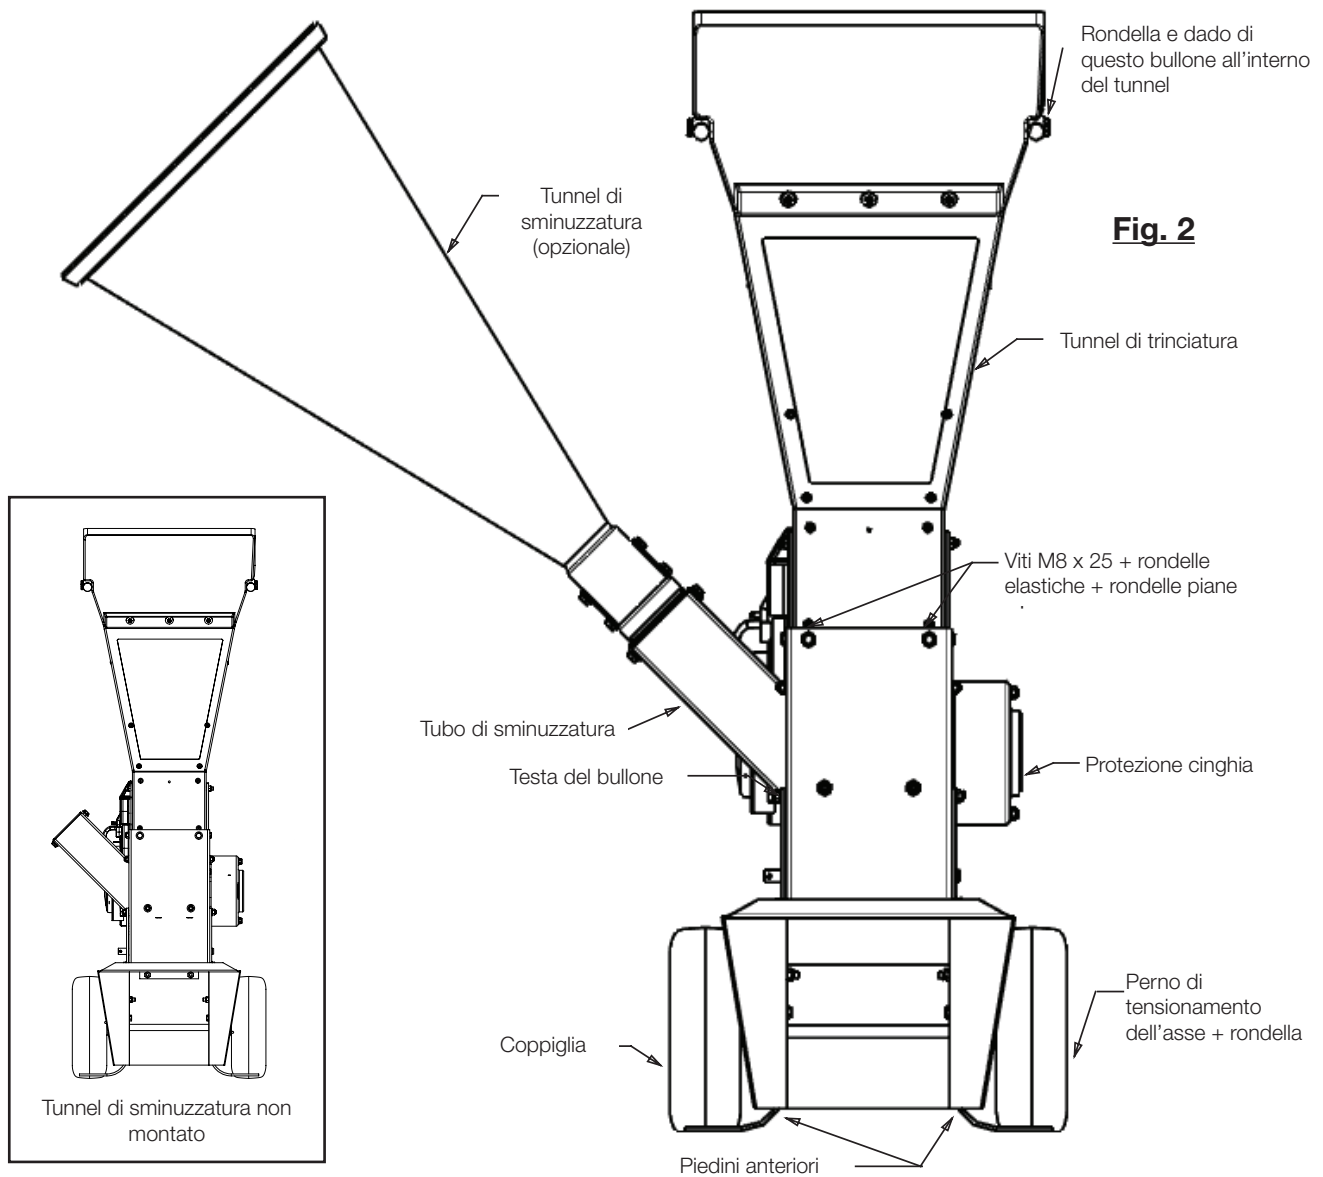

Fig. 2
8. Fissare il tunnel di trinciatura al telaio utilizzando due viti da 8 mm x 20 mm e due ritegni del tunnel, con rondelle piane ed elastiche per le viti anteriori e con due dadi Nyloc ai lati esterni del tunnel. Vedere Fig. 2.
9. Fissare il tunnel di sminuzzatura al tubo e serrare il morsetto (vedere Fig. 2).